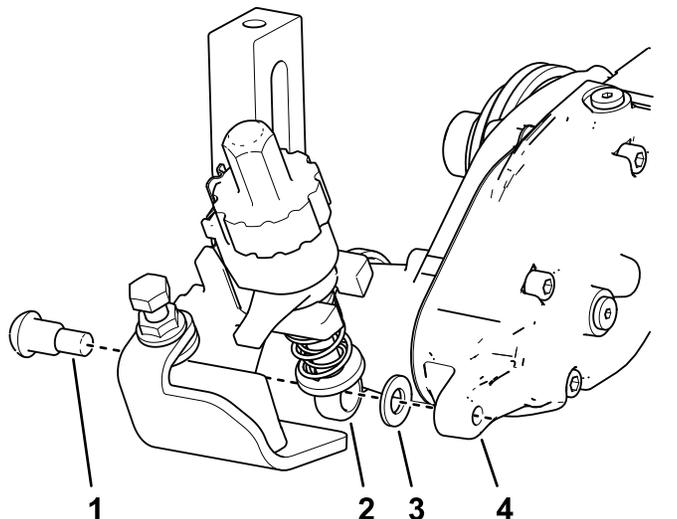

Figura 11
3. En el lado de la caja del groomer, coloque la varilla del brazo del regulador del soporte de altura de corte en el interior de la caja de transmisión del groomer y fíjela con un perno de cuello largo y una arandela endurecida, tal y como se muestra en la Figura 11; apriete el perno de cuello largo a entre 16 y 22 Nm.